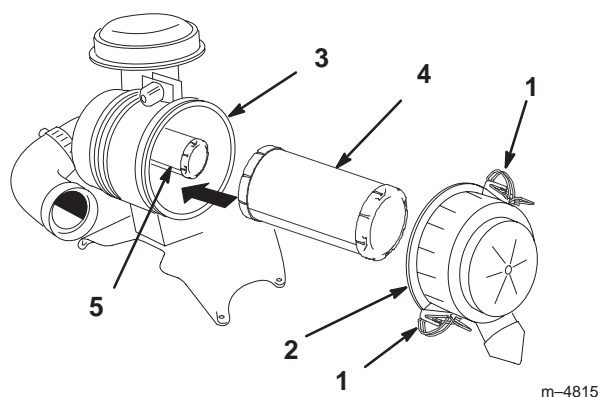

Figure 33
2. Ouvrez les dispositifs de verrouillage du filtre et ôtez le couvercle du corps du filtre (Fig. 33).
4. Sortez l'élément primaire du corps du filtre avec précaution (Fig. 33). Évitez de cogner l'élément à l'intérieur du corps.
2. Si vous remplacez l'élément de sécurité, insérez-le avec précaution dans le corps du filtre (Fig. 33).
3. Installez ensuite l'élément primaire sur l'élément de sécurité avec les mêmes précautions (Fig. 33). Assurez-vous qu'il est bien engagé en appuyant sur le rebord extérieur de l'élément que vous installez.
4. Reposez le couvercle, le côté portant l'inscription **UP** étant tourné vers le haut, et verrouillez les fixations (Fig. 33).